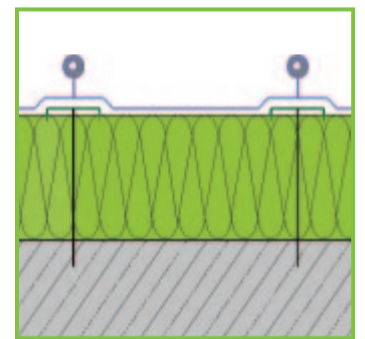

Abbildung 4
- mit Bedachungen aus nichtbrennbaren Baustoffen – siehe Abbildung 4